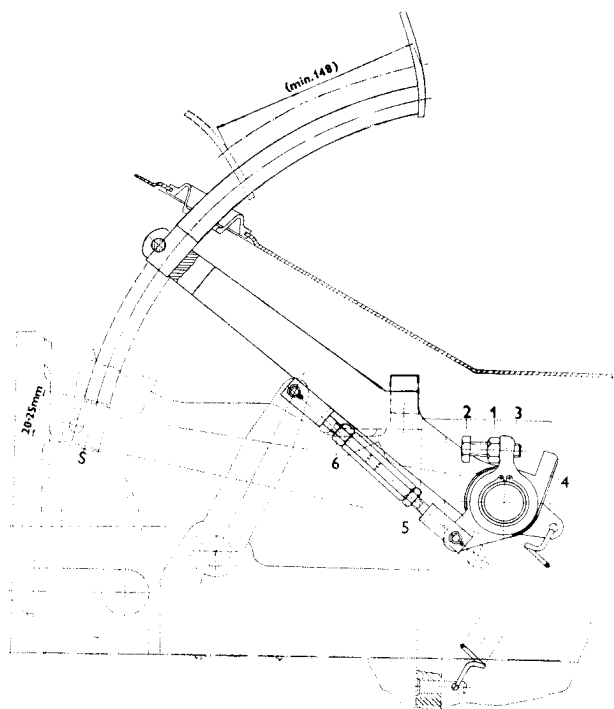

Fig. 34
33. Contrôler l'ajustage de la course libre de la pédale de l'embrayage et l'ajustage du dispositif de frein de la boîte de vitesses (fig. 34).
Appuyer sur la pédale d'embrayage dans la position de 20—25 mm avant le fin de la course (fig. 34/S) de la pédale. Dans cette position de la pédale (après avoir desserré le contre-écrou) serrer la vis de réglage M 10×35 (fig. 34/2) dans les entraîneurs (fig. 34/3) de telle façon qu'il touche le moyeu de la pédale d'embrayage (fig. 34/4). Assurer la position de la vis de réglage avec le contre-écrou (fig. 34/1).